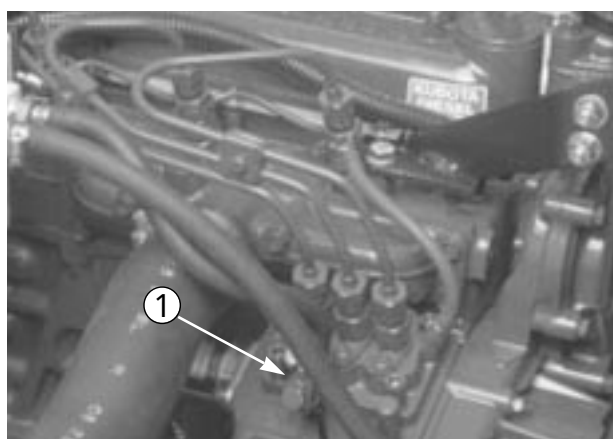

図 29
3. 12 mm レンチを使って、燃料噴射ポンプに付いているエア抜きネジ (図 29) をゆるめる。